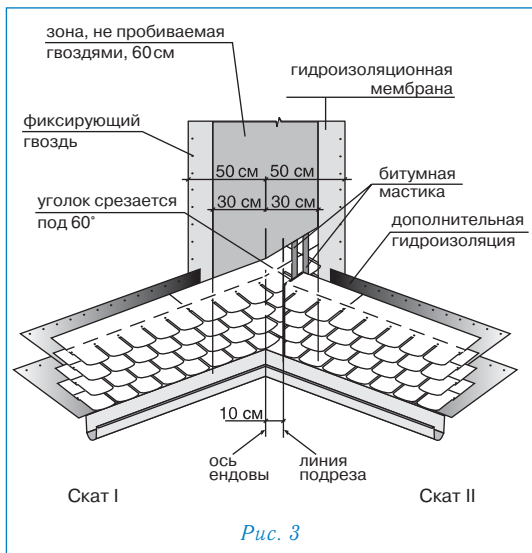

Рис. 3
### Ендова (рис. 3)
- лист, подходящий к ендове со ската II, должен доходить до линии подрезки и обрезаться по ней. Верхний уголок обрезанного края листа подрезается под углом 60° (53 см — рис. 3);